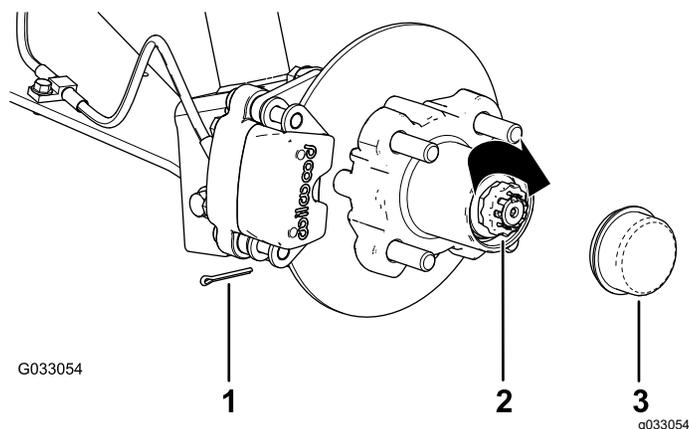

Figura 34
8. Montate il fermo sul dado e controllate l'allineamento della scanalatura sul fermo con il foro del mandrino per la coppia (Figura 34).
9. Montate la coppiglia e piegate ciascuna asticella attorno al fermo (Figura 34).
10. Montate il coperchietto antipolvere sul mozzo (Figura 34).